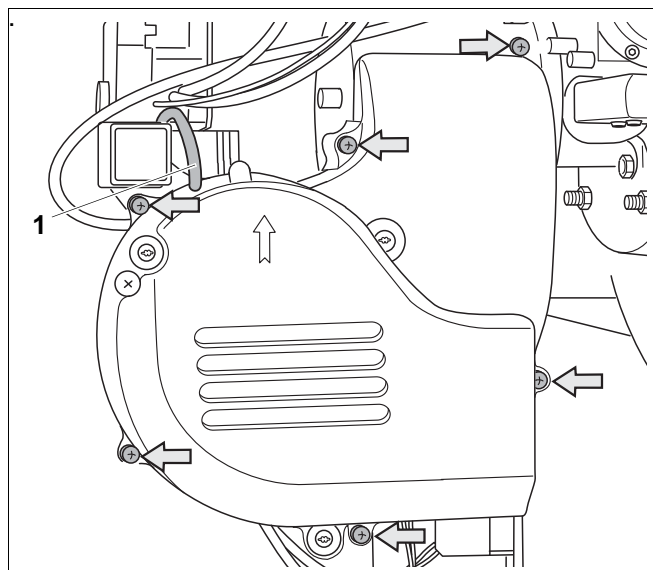

Рис. 22 Демонтаж кожуха вентилятора
Расположение шести крепежных винтов кожуха крыльчатки вентилятора показаны на рис. 22 серыми стрелками.
- Отверните шесть винтов (рис. 22) и снимите кожух крыльчатки вентилятора.
- Отсоедините импульсную линию (рис. 22, поз. 1) от отрицательного полюса реле контроля давления воздуха.